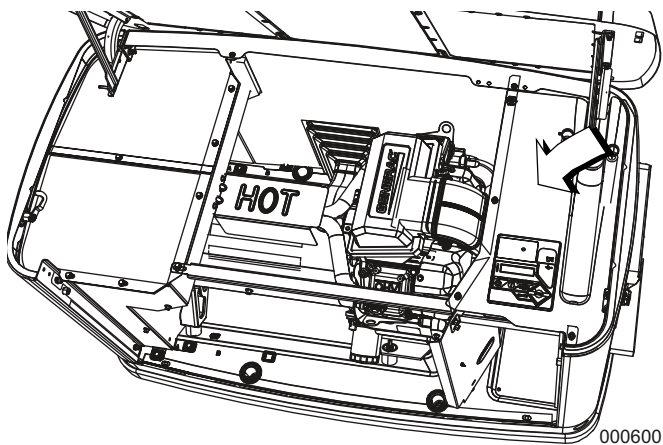

Figure 2-4. Vérification de la présence de dommages
7. Une fois le couvercle ouvert, retirez le panneau d'accès avant en le soulevant vers le haut et l'extérieur. Retirez également le panneau noir (indiqué par la flèche) situé en haut de la zone de branchement du client. Voir la Figure 2-4.